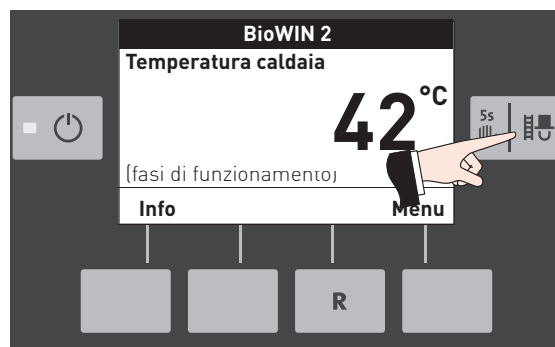

Fig. 18
- Premendo brevemente il tasto **manuale/scovolo** si accendono illuminazione e display – Fig. 18.
- Premendo nuovamente il tasto si avvia la funzione spazzacamino – Fig. 18.